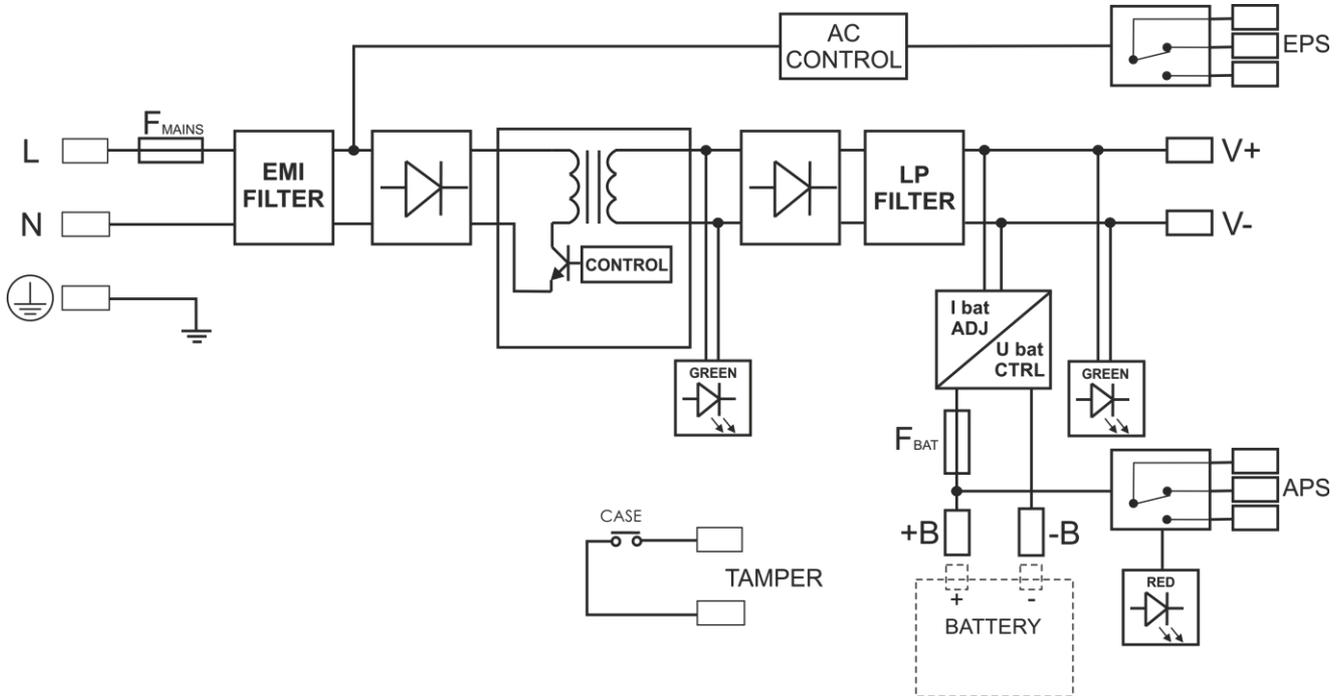

Fig.1. Schéma fonctionnel de l'alimentation électrique.
1.2. Schéma fonctionnel (Fig.1).